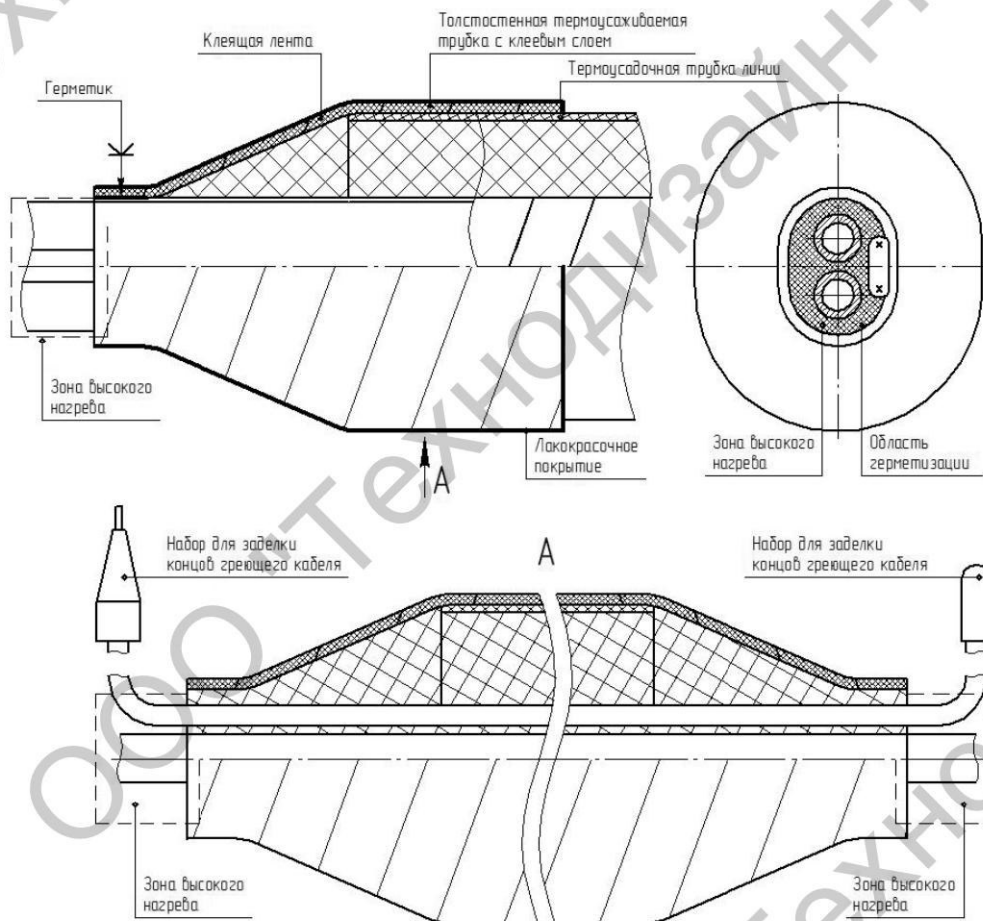

Рис.3. Монтаж комплекта ТДМ-ТИЛ-Э-Ех-КЗиГКЛ с использованием клеящих лент на примере линии с двумя импульсными трубками.
1. Конец линии зачистить от внешнего слоя изоляции из базальтовых шнуров на необходимую для монтажа величину (см. рис.3).